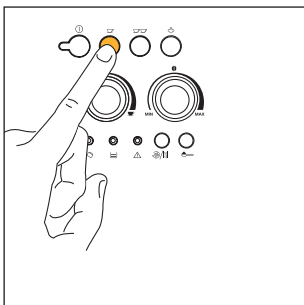
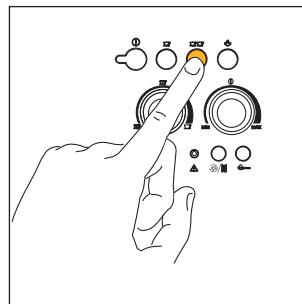

Fig. 12
Fig. 13
- 5) Tryk på tast  (fig. 12), hvis du har valgt at brygge en kop kaffe eller på tast  (fig. 13), hvis du har valgt at brygge to kopper kaffe. Nu begynder maskinen at male kaffebønnerne, den udfører en kortvarig forinfusion og derefter fuldfører den udstrømningen i koppen. Når den indstillede mængde er brygget, afbryder maskinen automatisk kaffeudstrømningen og smider grumset i kaffegrumsbeholder.
BEMÆRK 4: Mens maskinen er i gang med at brygge kaffen, er det muligt at stoppe udløbet når som helst, ved at trykke på den forud valgte tast ☺ (fig. 12) eller ☹☹ (fig. 13).
BEMÆRK 5: Så straks udløbet er færdigt, kan kaffemængden i koppen forøges ved at holde den forud valgte tast ☺ (fig. 12) eller ☹☹ (fig. 13) trykket ned, indtil man når den ønskede mængde kaffe denne operation skal foretages indenfor 3 sekunder efter at kaffeudløbet er færdigt).
BEMÆRK 1: hvis man lige efter at have lavet cappuccino og deaktiveret dampfunktionen ved at trykke på tasten til damp ☼, trykker på tast ☼ (fig. 12) eller ☼☼ (fig. 13) for at brygge mere kaffe, er maskinens temperatur for høj til kaffebrygning (de grønne kontrollamper ☼ og ☼☼ blinker for at vise at temperaturen ikke er passende): det er derfor nødvendigt at vente ti minutter mens maskinen køler lidt af.